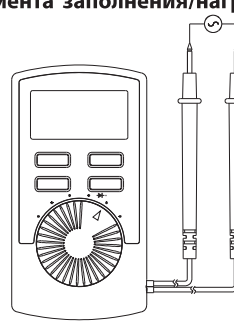

Рисунок 5
**5.4. Измерение частоты и коэффициента заполнения/нагрузки (см. Рис. 5)**